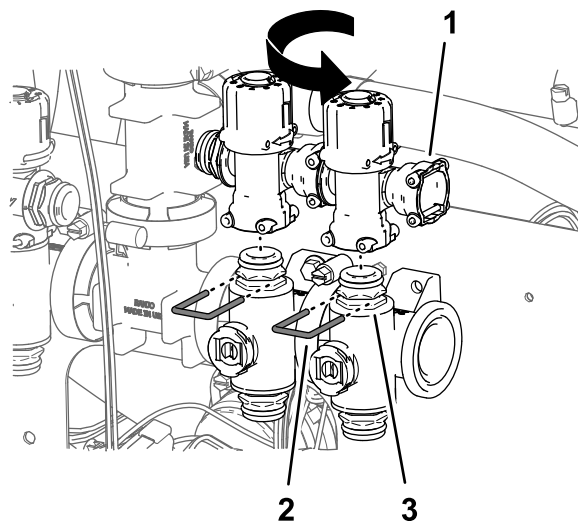

Рисунок 102
8. Повторите действия, описанные в пунктах с 5 по 7, для перепускных клапанов клапана сопла 6 и клапана сопла 7 (Рисунок 102).